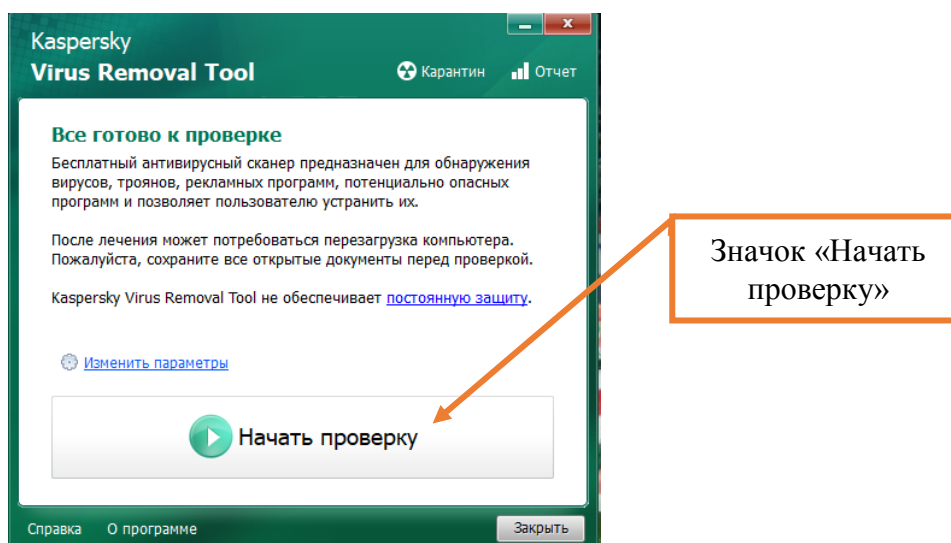

Рисунок 2. Запуск проверки.
7.1.6. Запустить проверку, нажав значок «Начать проверку» (Рисунок 2).